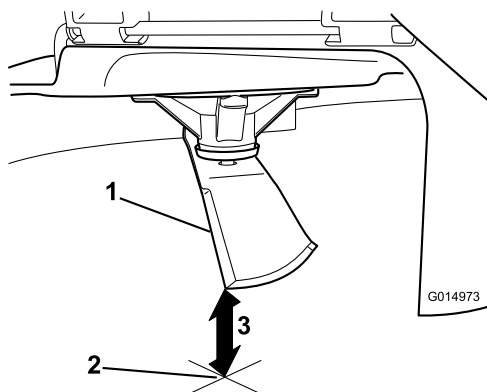

Рисунок 67
5. Измерьте расстояние от конца ножа до плоской поверхности (Рисунок 67).